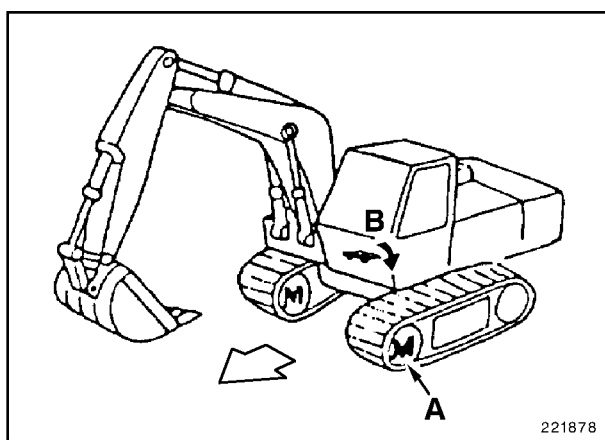

Fig. 9
- Sólo mueva la máquina después de haber aprendido muy bien el uso de los pedales de desplazamiento **B** para obtener la dirección deseada de traslado. Si los motores de traslado **A** están situados delante de la cabina, pisar la parte trasera del pedal **B** para la marcha adelante. No traslade la máquina sin la ayuda de una persona con banderita que va delante de la máquina. No conduzca la máquina cerca de los bordes de fosos, desagüaderos, zanjas o excavaciones. Proceder con mucho cuidado allí donde el espacio está limitado, en suelos escabrosos o en pendientes (Fig. 9).